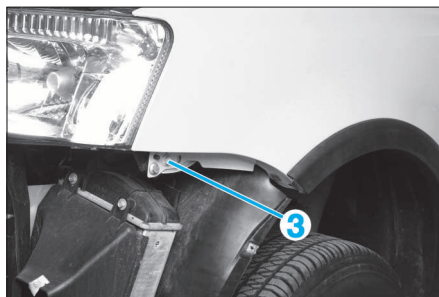

FIG. 14
- Déposer la vis de fixation (3) (Fig.14).